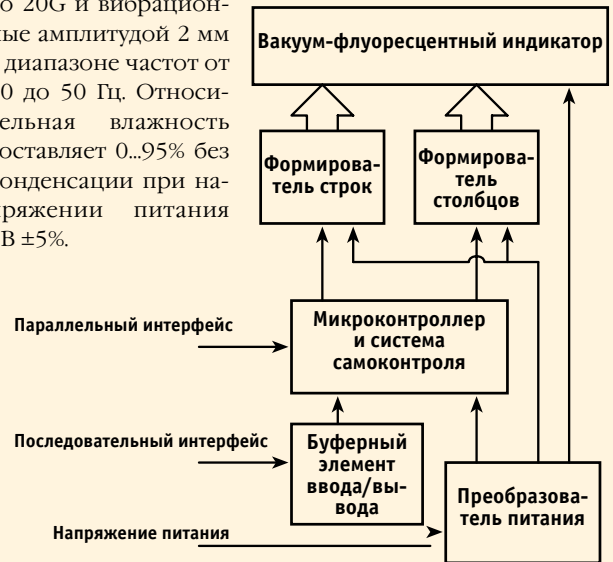

Рис. 2. Вакуум-флуоресцентный дисплей Century. Схема электрическая структурная
Рассмотрим структурную схему и интерфейс дисплеев серии 036X2. Как и все устройства данного класса, дисплеи имеют сам ВФ-индикатор (рис. 2), устройства формирования строк и столбцов, микроконтроллер со встроенным знакогенератором и преобразователь питания. Отличительной особенностью дисплеев фирмы IEE от прочих дисплеев является наличие двух видов интерфейсов, последовательного и параллельного (у большинства подобных изделий интерфейс только параллельный), а также наличие очень удачной системы тестирования. Для запуска режима тестирования достаточно установить одну перемычку, и дисплей последовательно отобразит на индикаторе все свои возможности и тип интерфейса, который выбран в настоящий момент.
- внешний регулятор уровня яркости, в качестве которого рекомендуется применять потенциометр 100 кОм (рис. 2);